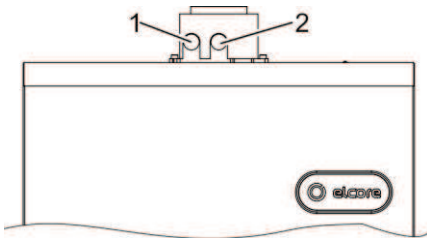

Abb. 26: Messstutzen Zuluft und Abgas
1. Abgasmessstutzen (Abb. 26/2) öffnen.
1. Zuluftmessstutzen (Abb. 26/1) öffnen.